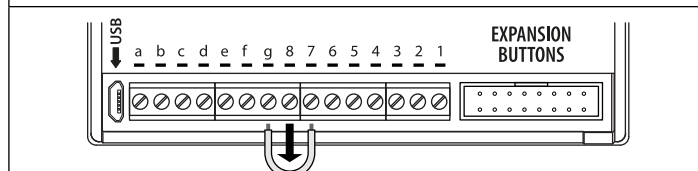

Fig. 58
4. Verwijder na de 3e pieptoon de onderbreking, zoals weergegeven in **Fig.58**.